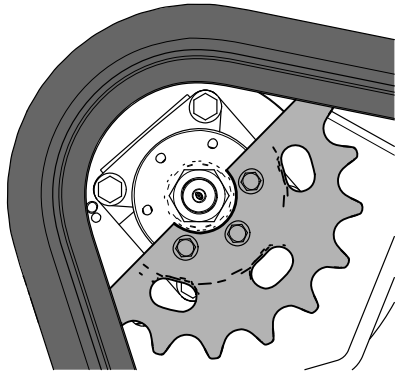

Bild 63
11. Schieben Sie den Fahrtriebshebel nach vorne, bis die andere Hälfte des Antriebsritzel nicht mehr in die Kette eingreift (**Bild 63**).